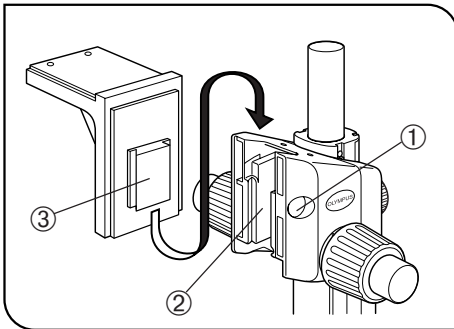

Abb. 7
### 3 Montieren der seitlichen Diskussions-einrichtung (SZX-SDO) (Abb. 7 bis 9)
1. Die Abdeckung ① der Feststellschraube an der Schwalbenschwanzaufnahme der Fokussiereinrichtung durch Einführen eines dünnen Gegenstandes in die Nut entfernen. (Abb. 7)
5. Die Abdeckung ① wieder anbringen. (Abb. 7)